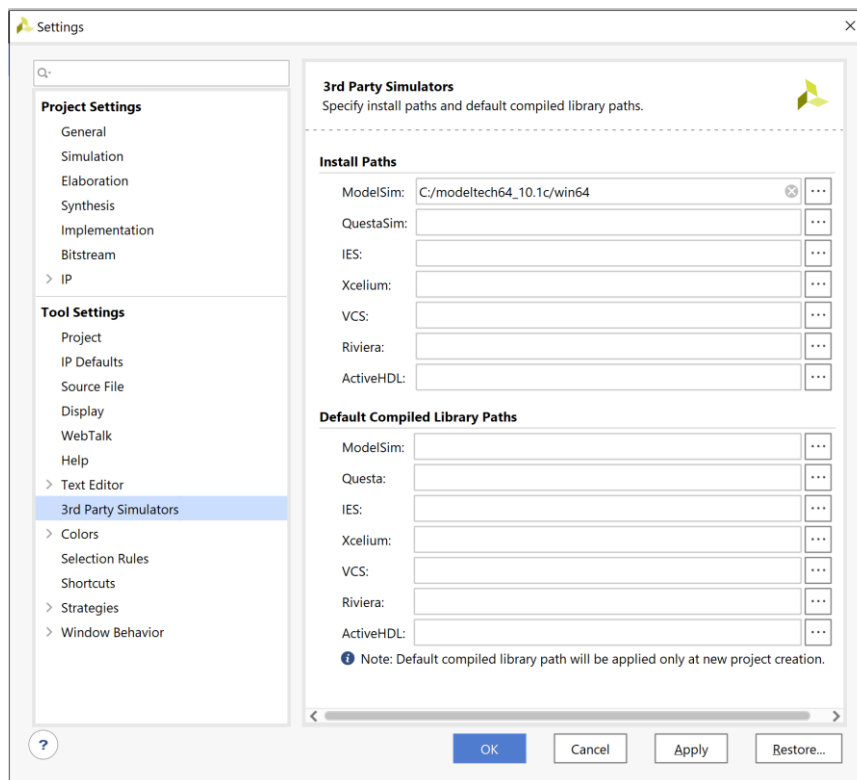

图 4-4 仿真器路径设置
**仿真器路径设置。**选中 3rd Party Simulators, 在 ModelSim:中, 设置执行文件路径, 点击 OK。如图 4-4 所示。